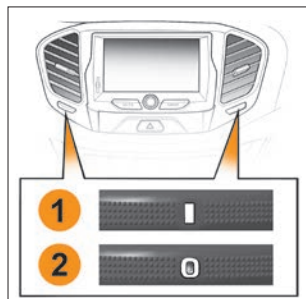

Рис. 7. Центральные (левое и правое) сопла вентиляции салона
– вертикальный прямоугольный штрих белого цвета – ЗАКРЫТО (рис. 8 и рис. 7, поз. 1);
– вдавленный прямоугольный туннель на белом фоне в виде скругленного прямоугольника – ОТКРЫТО (рис. 7, поз. 2).